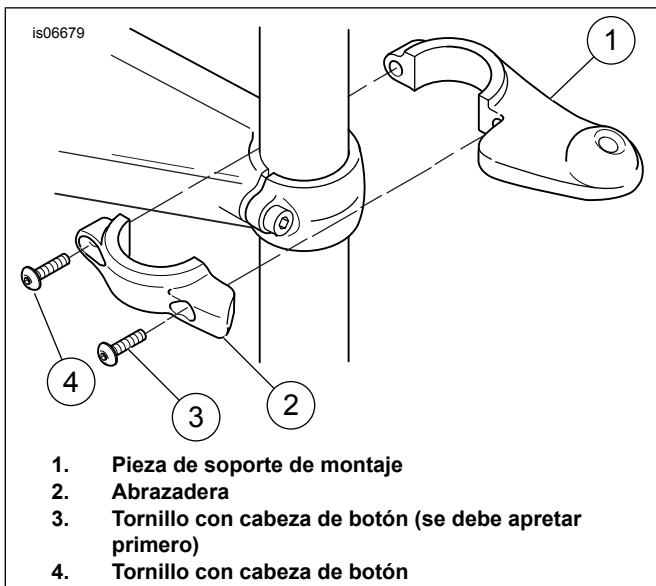
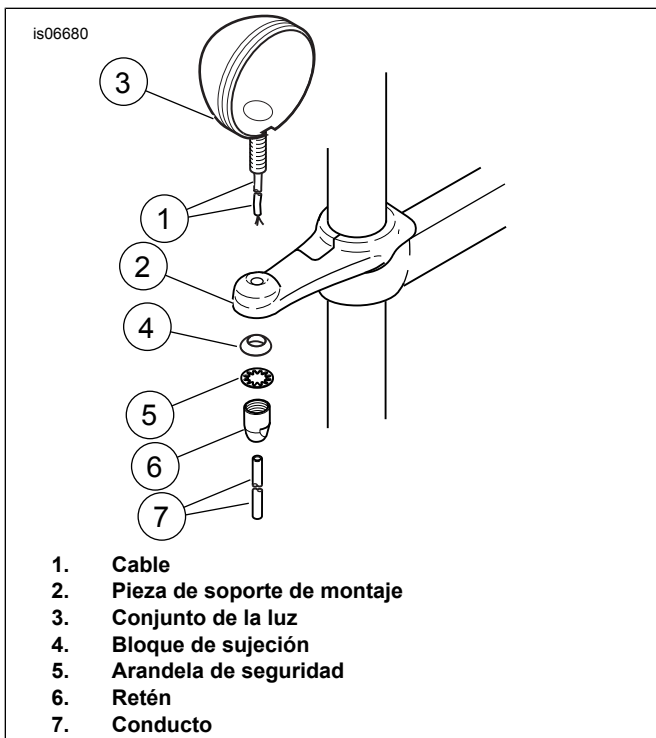

Figura 1. Instalación de la pieza de soporte de montaje en el tubo de la horquilla (se muestra el lado derecho)
Figura 2. Instalación de luces (se muestra el lado derecho)
4. Vea la Figura 1. Las piezas de soporte de montaje (1) y las abrazaderas (2) son específicas para cada lado. Seleccione la pieza de soporte y la abrazadera del lado derecho o izquierdo, e instale en el tubo de la horquilla con dos tornillos con cabeza de botón (3 y 4) del kit.
5. Empezando con el tornillo exterior (3), apriete a 8–9 N·m (70–80 in-lbs). Repita en el tornillo (4).
6. Vea la Figura 2. Pase el cable de la luz (1) a través del agujero en la pieza de soporte de montaje (2) y asegure la luz (3) a la pieza de soporte usando un bloque de sujeción (4), la arandela de seguridad (5) y el retén (6) del kit. Apriete el retén a 22–24 N·m (16–18 lb-pie).
10. Vea la Figura 2. Deslice el conducto (7) del kit sobre el cable de la luz.